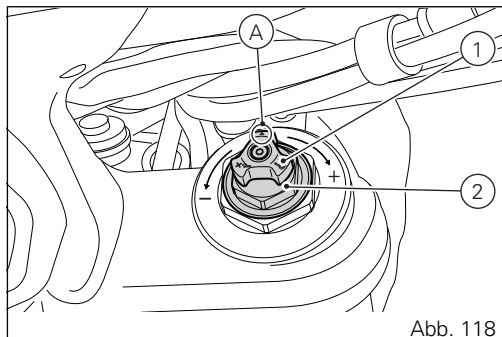

Abb. 118
- 1) zur Änderung der hydraulischen Dämpfung in der Zugstufe (Abb. 118);
- 2) zur Änderung der Vorspannung der innen liegenden Federn (Abb. 118);
Zur Änderung der Vorspannung der in jedem Holm liegenden Feder muss das Sechskant-Einstellelement (2, Abb. 118) mit einem 22 mm-Sechskantschlüssel gedreht werden, wobei von der vollkommen geöffneten Position (im Uhrzeigersinn) auszugehen ist.
Jede vollständige Umdrehung im Uhrzeigersinn, beginnend beim Bezugspunkt (A, Abb. 118), entspricht 1 mm Federvorspannung auf insgesamt 15 mm, die 15 vollständigen Umdrehungen entsprechen.